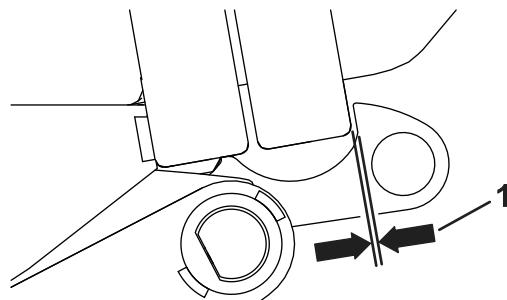

図 5
4. 閉じた状態のホッパードアとフックとの間のすき間をチェックする。すき間の規定値は 2 mm。必要に応じて調整する図 5。